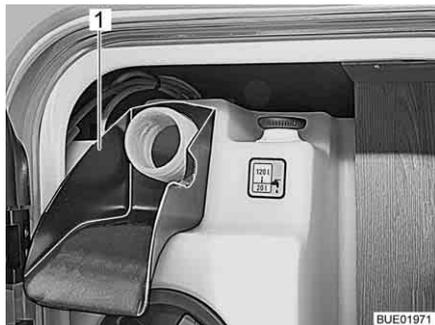

Fig. 241 Ayuda de llenado
- Encajar la ayuda de llenado (Fig. 241,1) en el tubo de llenado de agua potable.